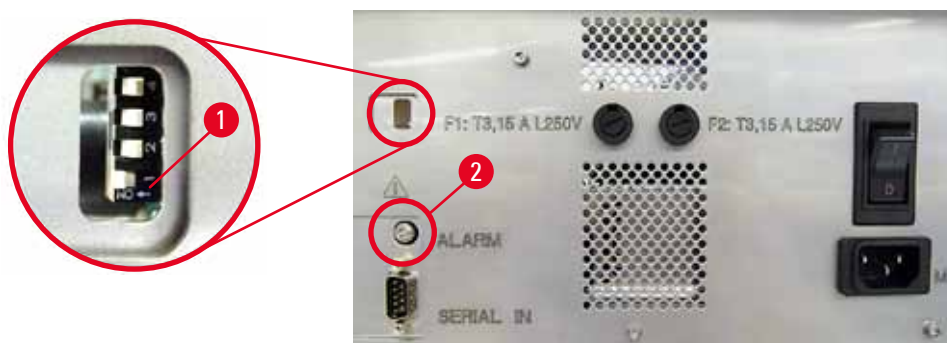

Fig. 40
- » Hvis du vil deaktivere signalgiveren, trykker du på bryteren helt nederst (→ "Fig. 40-1") til høyre (→ "Fig. 40").